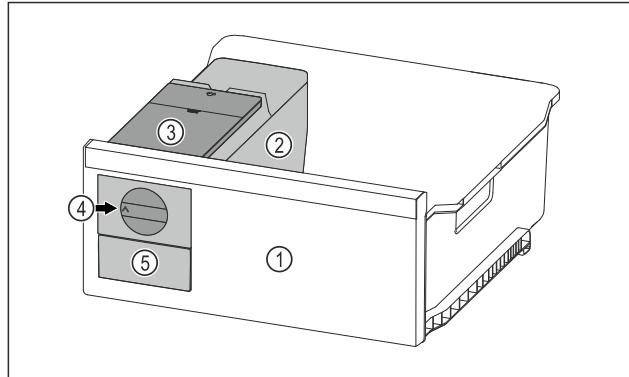

Fig. 61 例图
- 将旋钮 Fig. 61 (4)顺时针转动到底。
- 冰块从方块冰盘落入冰块抽屉 Fig. 61 (5)中。